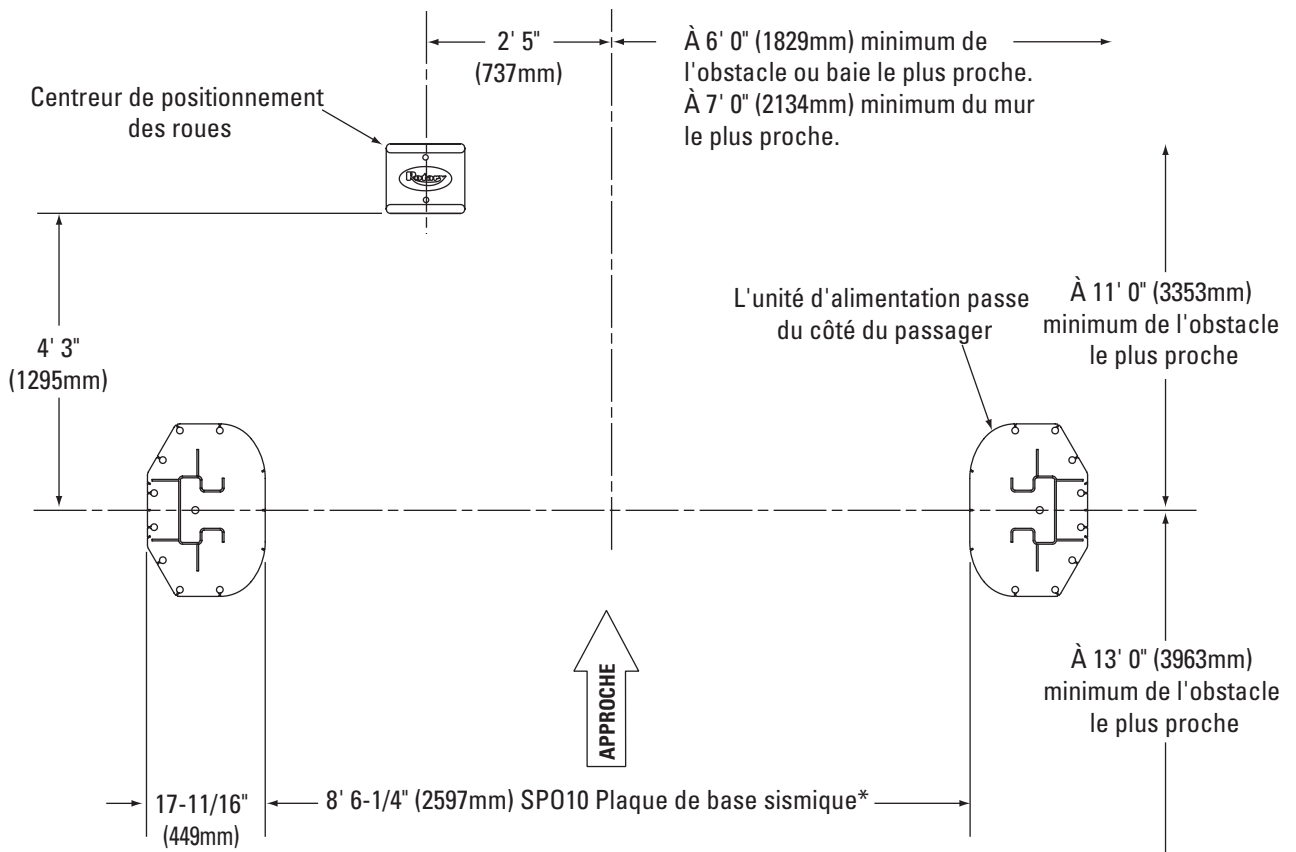

Figure 1d
1. Emplacement de l'élévateur : Utilisez des plans d'architectes disponibles afin de localiser l'élévateur. Figure 1a Figure 1b Figure 1c Figure 1d illustrent les dimensions d'une configuration de baie type.